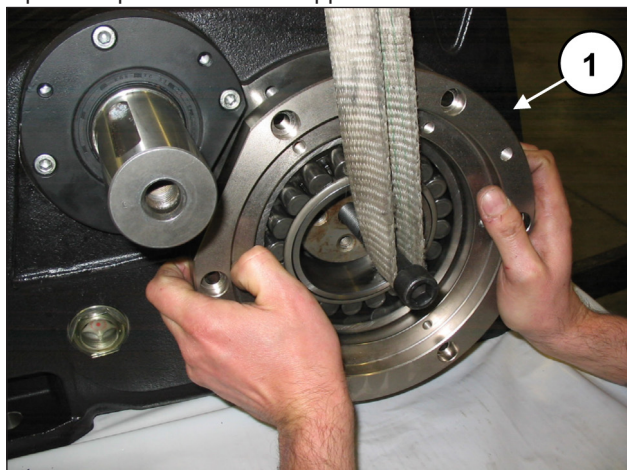
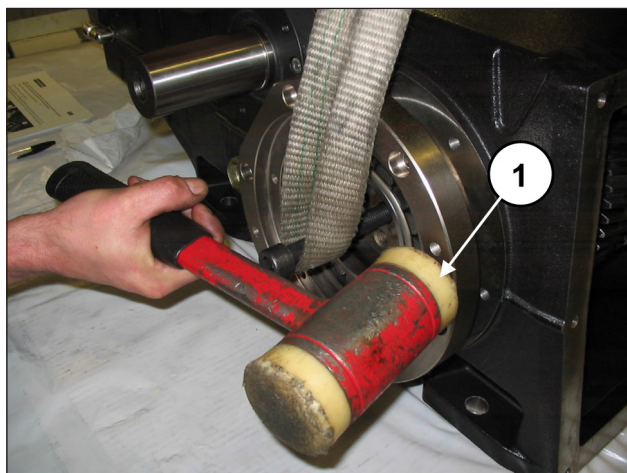

Fig. 72
Fig. 73
Applicare due perni filettati M16 all'estremità dell'albero a gomiti, tenendolo sollevato (pos. ①, Fig. 72), inserire il coperchio portacuscinetto completo di cuscinetto e O-ring (pos. ①, Fig. 73) mediante l'utilizzo di una massa battente. Ripetere l'operazione dal lato opposto